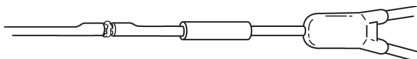

Fig. 6
6. Geben Sie etwas Kleber auf die Verbindung (Fig. 6).